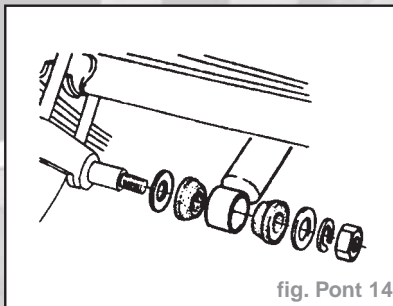

fig. Pont 14
- Reposer l'amortisseur sur la plaque de fixation inférieure de ressort (fig. Pont 14).